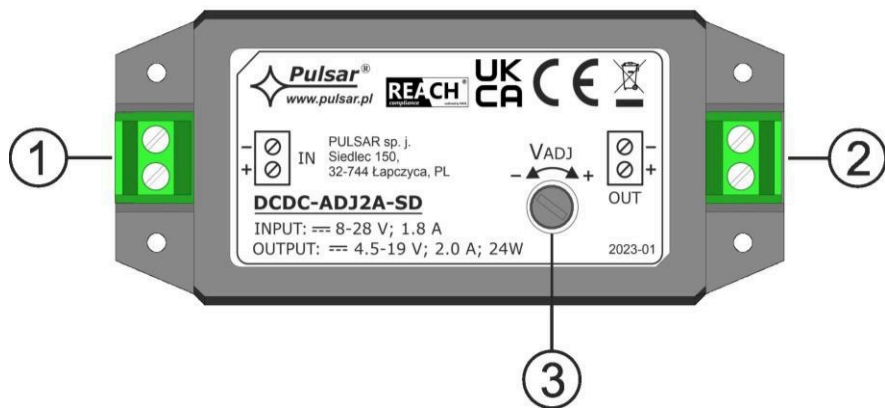
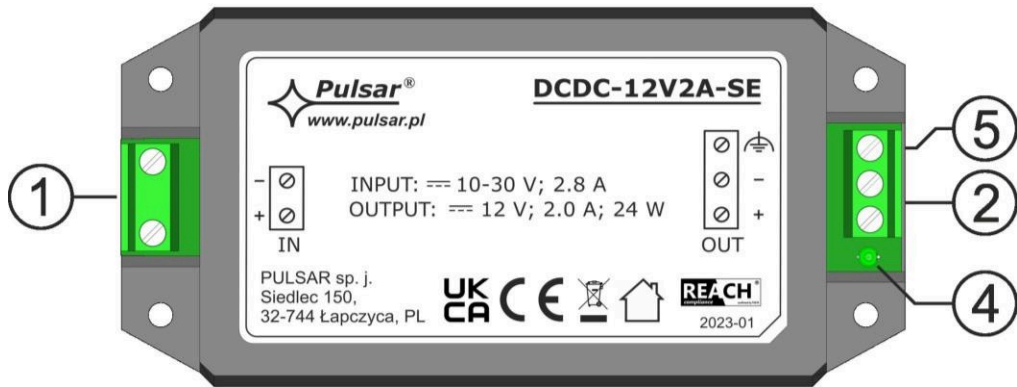

Fig. 2a. Vista del modulo convertitore DCDC-ADJ2A-SD.
Fig. 2b. Vista del modulo convertitore DCDC-12V2A-SD; DCDC-12V2A-SE; DCDC-24V1A-SE.
1.2. Descrizione dei componenti e dei connettori dell'alimentatore (Fig. 2a, Fig. 2b,